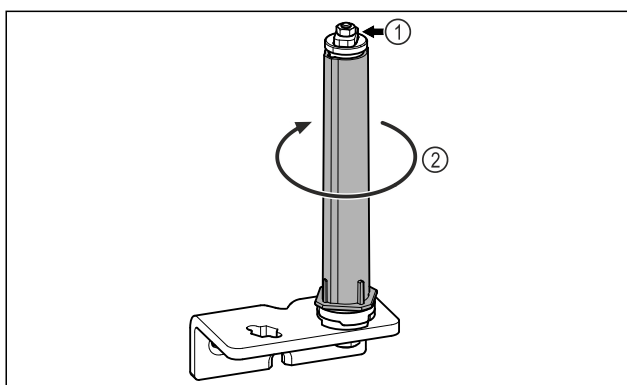

Fig. 22
- Dørlukkesystemet Fig. 22 (1) må ikke demonteres.
- Drej lukkesystemet Fig. 22 (2), til det klikke.